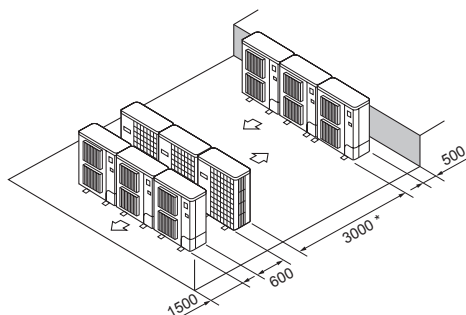

Fig. 2-18
- ⑥ Disposição de várias unidades em paralelo (Fig. 2-18)